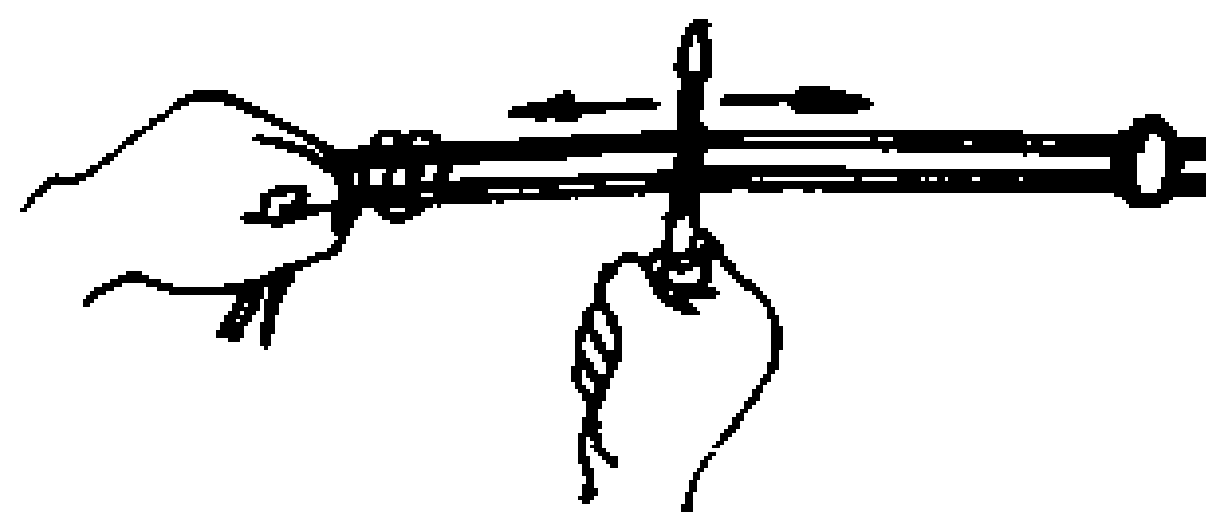

图 3-67 绝缘导线局部勒直方法
②敷线：用小瓷夹板支持的导线，通常用勒直的方法使导线挺直，方法与勒直护套线相同；对局部不直的导线，可利用螺丝刀金属杆来勒直，方法如图 3-67 所示。用大瓷夹板支持的导线，因其导线截面大，通常用紧线器来拉直导线。